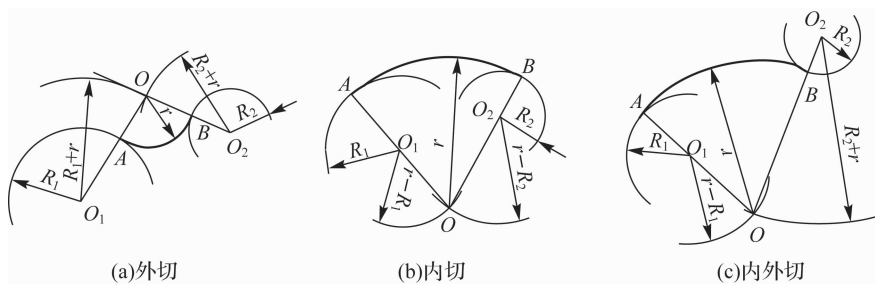

图 1-20 圆弧与已知圆弧相切画法
(2) 圆弧与已知圆弧相切画法。
① 外切圆弧如图 1-20(a) 所示, 设连接圆弧半径为 r , 分别以 O_1, O_2 为圆心, 以 $(R_1 + r), (R_2 + r)$ 为半径划两相交圆弧。其交点 O 就是外切连接圆弧的圆心, 各圆心的连线与已知圆弧的交点 A, B 即为连接切点。
② 内切圆弧如图 1-20(b) 所示, 设连接圆弧半径为 r , 分别以 O_1, O_2 为圆心, 以 $(r - R_1), (r - R_2)$ 为半径划两相交圆弧。其交点 O 就是外切连接圆弧的圆心, 各圆心的连线与已知圆弧的交点 A, B 即为连接切点。
③ 内外切圆弧如图 1-20(c) 所示。设连接圆弧半径为 r , 内切部分以 O_1 为圆心, 以 $(r - R_1)$ 为半径, 外切部分以 O_2 为圆心, 以 $(R_2 + r)$ 为半径划两相交圆弧。其交点 O 就是内外切连接圆弧的圆心, 各圆心的连线与已知圆弧的交点 A, B 即为连接切点。